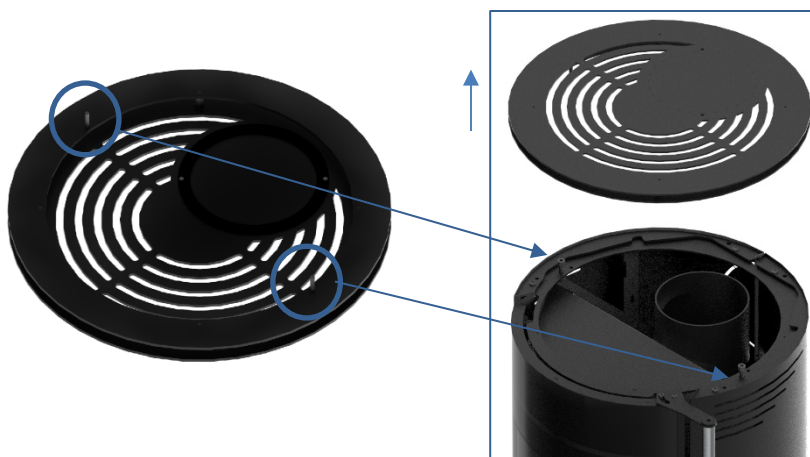

Figura 15 – Smontaggio del piano di lavoro nel mobile
- 1- Rimuovere il piano di lavoro sollevandolo, come mostrato nella Figura 15.